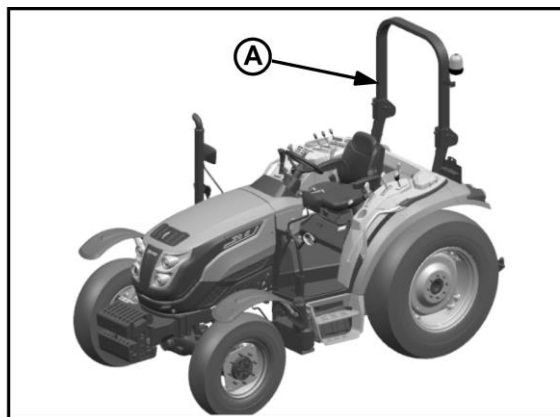

Fig 2.14
Rama bezpieczeństwa (A) i pas bezpieczeństwa są standardowo montowane na ciągniku platformowym podczas montażu fabrycznego. Jeśli rama bezpieczeństwa została usunięta przez pierwotnego nabywcę lub została usunięta, zaleca się wyposażenie ciągnika w ramę bezpieczeństwa i pas bezpieczeństwa. Ramy bezpieczeństwa skutecznie redukują obrażenia podczas przewracania się pojazdu. Patrz rys.2.14.